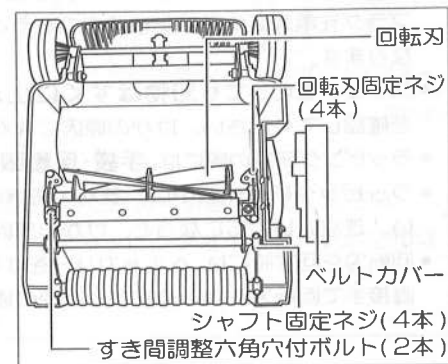

図13
- 使用中に、ベルトカバー内に芝が入ることがあります。使用後はカバーを取り外して清掃してください。(8ページ④はすしかた参照)
■ 刃の交換 (図13、14参照)